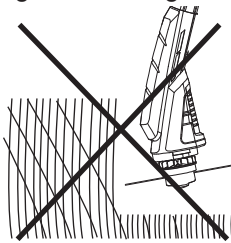
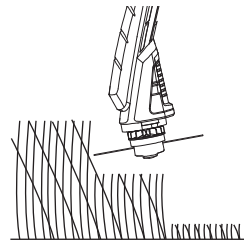

Fig. 10
Fig. 11
6. Asegúrese de que el dispositivo de corte se mantiene limpio y sin restos que puedan hacer que se atasque. Revíselo regularmente. Suelte el interruptor de encendido/apagado (2) y desconecte el producto de la corriente eléctrica antes de revisarlo.
7. Recorte el césped más largo de forma gradual; no corte el césped largo en un solo corte (Fig. 10). Para obtener los mejores resultados, corte el césped más largo de forma gradual (Fig. 11).